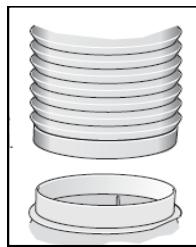

图. 6
## 链接 (图. 6 & 6.1)
- 把 Ø150mm 管直接装到出风口，并紧固(图. 6)。